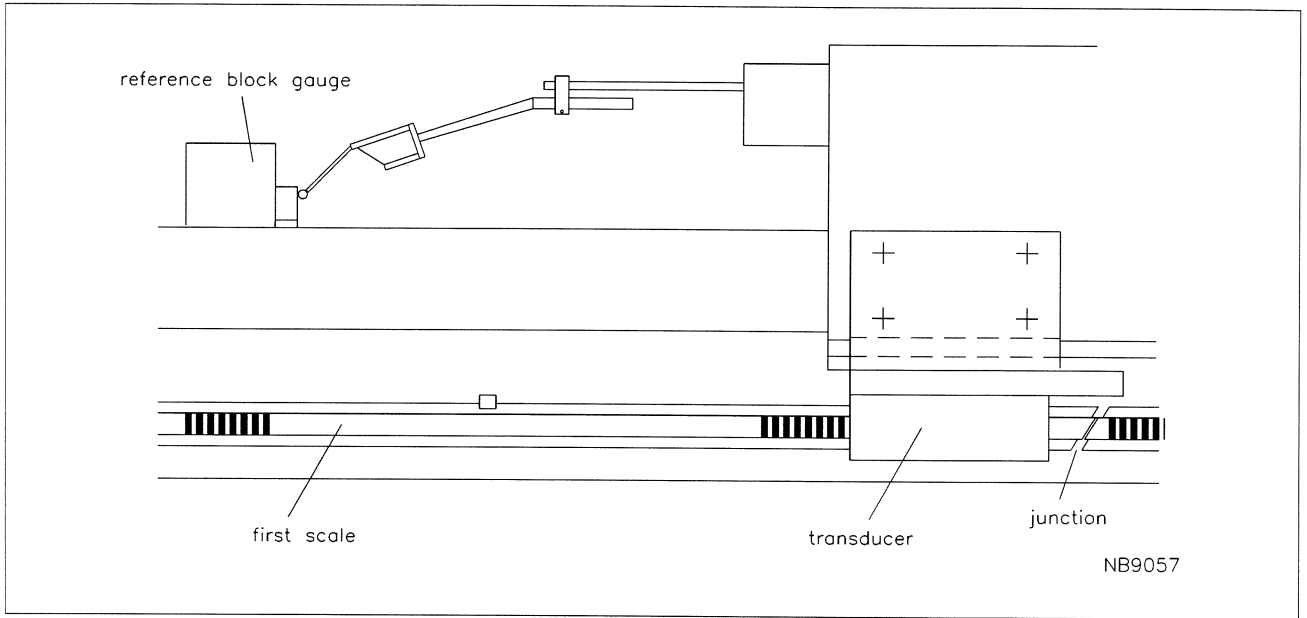

Fig. 29
- Rapprocher la cale étalon de référence en déplaçant le chariot vers la gauche et remettre le comparateur à zéro (voir Fig. 29).